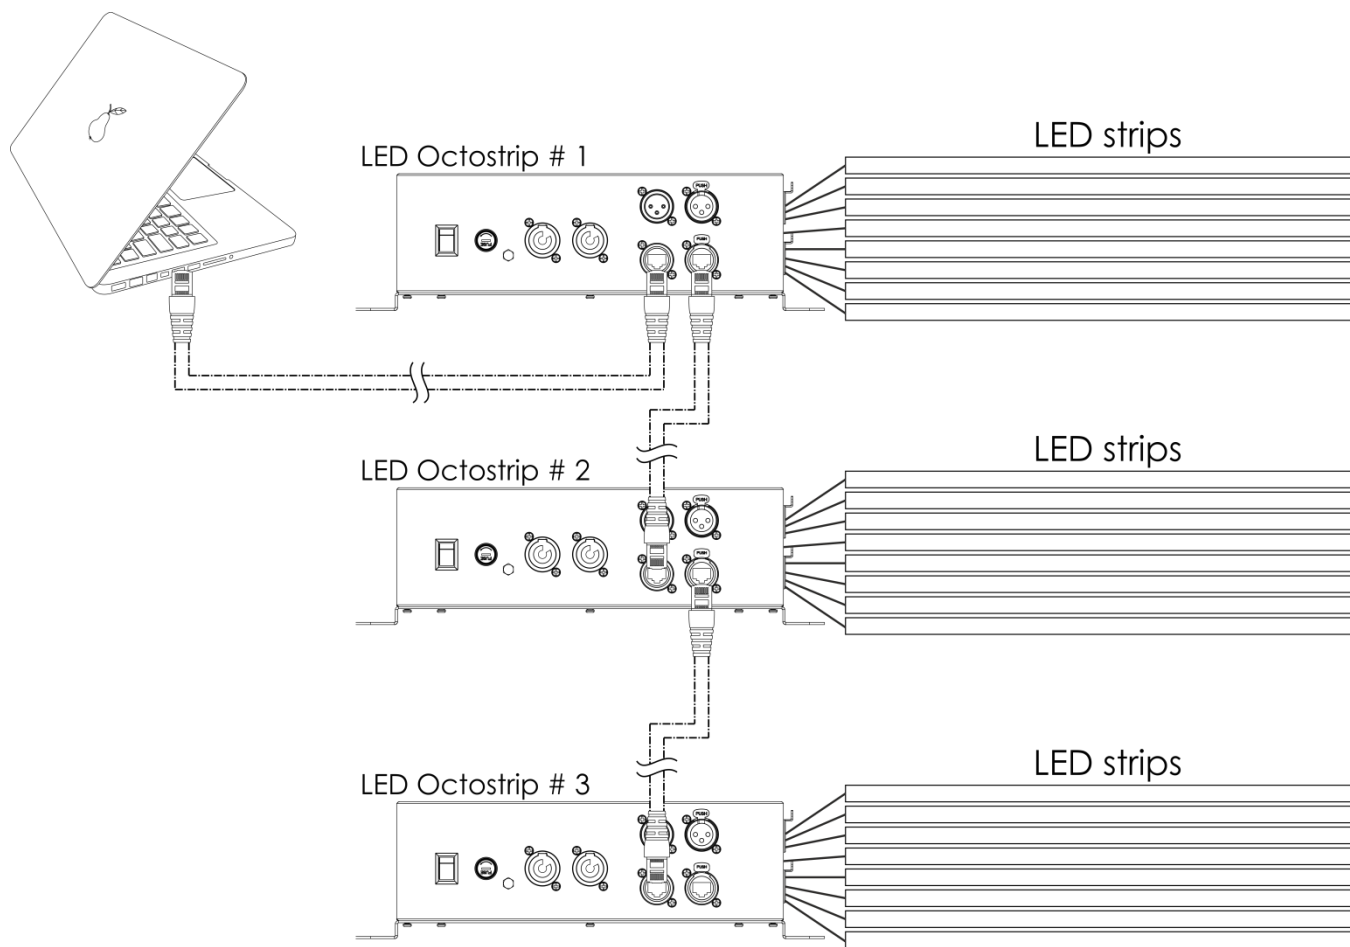

Fig. 06
- 04) Collegare le unità come indicato nella fig. 06. Collegare la presa RJ45 "out" della prima unità Octostrip alla presa "in" della seconda unità, servendosi di un cavo di segnale CAT-5/CAT-6. Ripetere questo processo fino a collegare la seconda, la terza e la quarta unità.